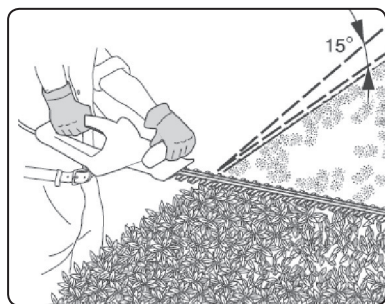

Abb. 6
- Beim Schnitt im oberen Zaunbereich führen Sie die Schere mit einer leichten Neigung gegenüber der Schneidebene. Diese Arbeitsweise ermöglicht einen mehr wirkungsvollen Schnitt, siehe Abb. 6.